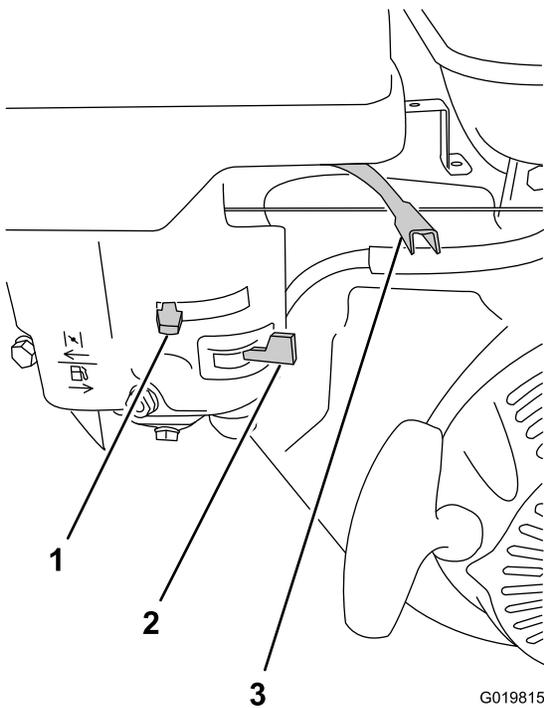

Figure 29
2. Tournez le robinet d'arrivée de carburant complètement à droite en position OUVRETE (Figure 29).
3. Réglez la commande de starter à la position EN SERVICE (Figure 29).